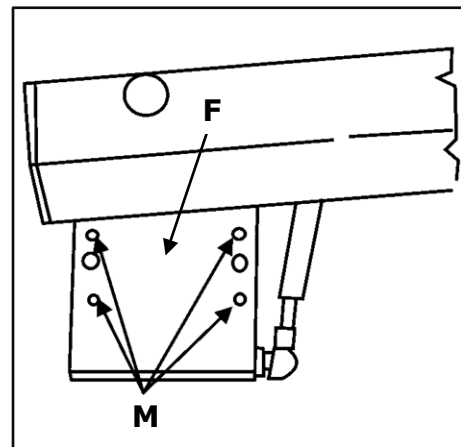

Abbildung 8: Justierschrauben Montageplatte
- Zur Justierung lösen Sie die beiden Befestigungsschrauben der Montageplatte (F), mit der die Vorrichtung am Maschinenkörper befestigt ist, und stellen den Brückenschutz mit den vier Justierschrauben (M) parallel zur Messerwelle ein (siehe ⇒ Abbildung 8).